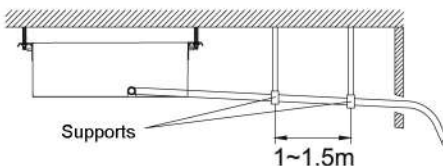

Fig.24
- (3). Si le tuyau est long, installez des supports (Fig.24).
- (4). Utilisez toujours le tuyau d'évacuation qui a été préalablement isolé.